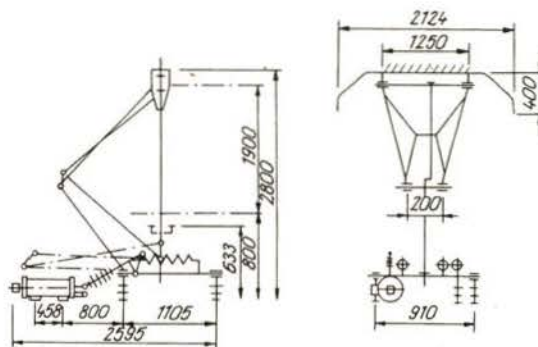

Bild 2
3. Arten der Stromabnehmer und ihre Anwendung Einholmstromabnehmer Typ VM 28-28 DH (Bild 2)